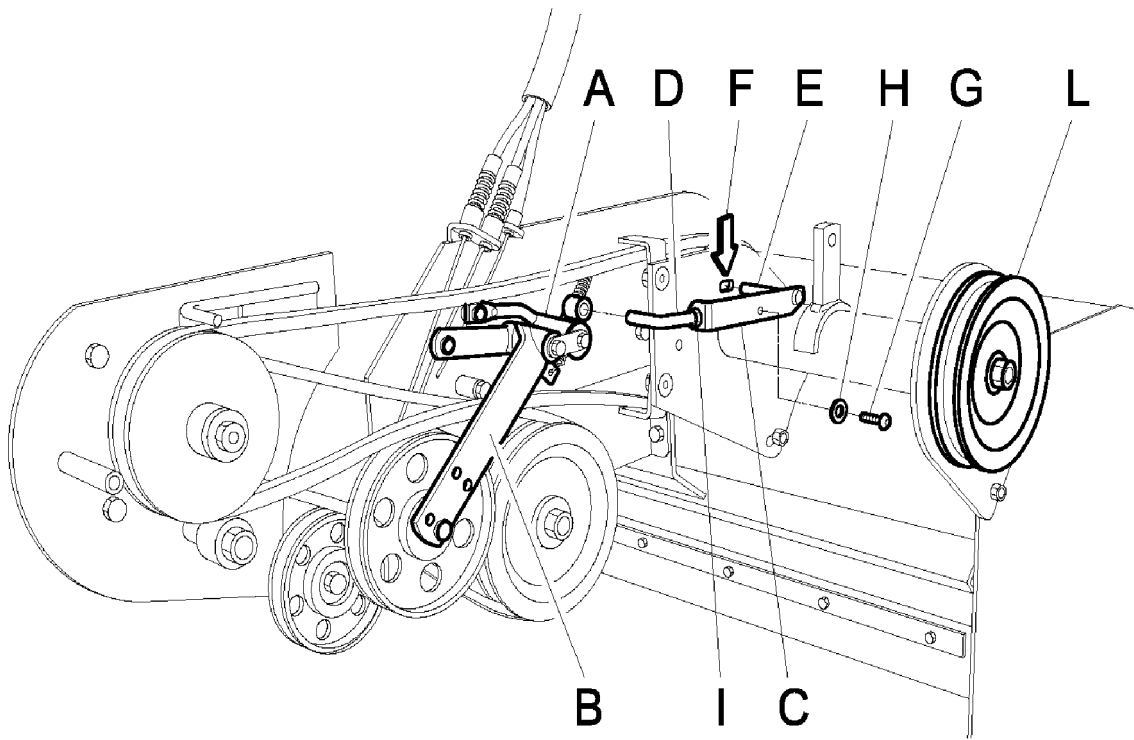

Figure 6
Après avoir retiré la vis de réglage du frein (Fig. 6, réf. C) en dévissant la vis prévue à cet effet (Fig. 6 Réf. G) procéder comme suit pour obtenir un fonctionnement correct de la machine :
Vérifier que le renvoi de commande du frein du rotor (Fig. 6 réf. A) soit en position de repos, c'est-à-dire appuyé au tendeur de rotation du rouleau.(Fig. 6 Réf. B)
Placer la commande du frein rotor (Fig. 6 Réf. C) déjà pré-équipée du goujon fileté (Fig. 6 réf. D) de façon à ce que le goujon fileté entre dans le logement du renvoi de commande du frein du rotor prévu à cet effet (Fig. 6 Réf. A) sans que le frein ne bouge de sa position de repos et de sorte que le goujon (Fig. 6 réf. E) de commande du frein butte dans la partie antérieure de la boutonnière de renvoi des poulies sans forcer (Fig. 6 réf. F).
Fixer la commande du frein du rotor à l'aide de la vis (Fig. 6 réf. G) en veillant à ce que cette dernière coulisse facilement : la rondelle (Fig. 6 réf. H) doit pouvoir bouger librement après serrage du contre-écrou prévu à cet effet.
Lors du blocage du contre-écrou du goujon fileté (Fig. 6 réf. I ), vérifier que le goujon reste suffisamment libre à l'intérieur du siège prévu à cet effet dans le mouvement du commande du frein (Fig. 6 Réf. A), et ce sans forcer pour entrer.
Lorsque le levier d'embrayage du rotor se trouve dans cette position, vérifier que la poulie du frein puisse tourner en agissant d'une main sur cette dernière (Fig. 6 Réf. L) ; dans le cas contraire, agir sur la vis de réglage du câble du frein du rotor afin de permettre à la poulie de tourner (Fig. 5 Réf. E).
- Retirer la vis de réglage du frein (Fig. 6 Réf. C) en dévissant la vis (Fig. 6 Réf. G).